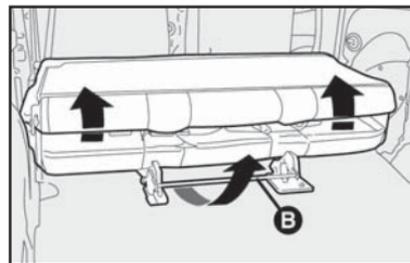
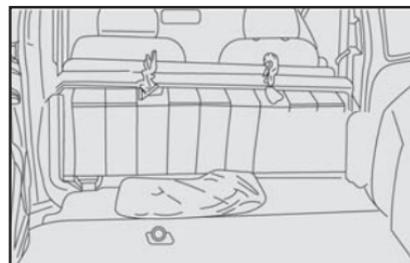

fig. 97
fig. 98
2) Rebater o banco traseiro completo para frente, puxando-o pela parte central da alavanca **B-fig. 97** no sentido da seta, inclinando-o para frente de maneira a obter uma superfície de carga única no mesmo nível do porta-malas **fig. 98**.